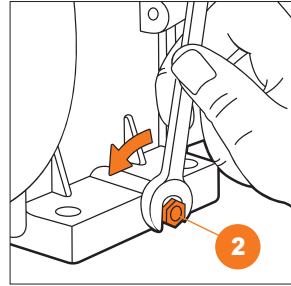

Рис. 49
- Убедитесь, что двигатель выключен ①.
- Откройте заливную горловину ③.
- Удалите пробку сливного отверстия ② (Рис. 49).
- Установите пробку сливного отверстия ②.